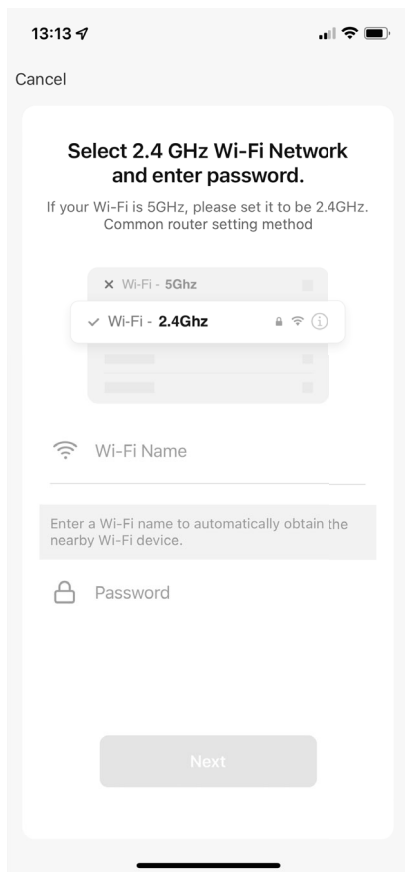

Fig. 3
- ▶ Nel passaggio successivo immettere la password della propria rete Wi-Fi (**vedere la fig. 3**), quindi toccare il pulsante AVANTI.